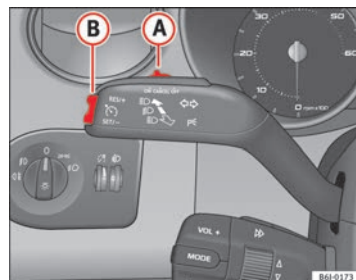

Fig. 109 Palanca de intermitentes y de luz de carretera: mando y tecla basculante para el regulador de velocidad
- Cuando se haya alcanzado la velocidad que se quiere programar, pulse brevemente la parte inferior de la tecla basculante **SET** ⇒ fig. 109 **B** una vez.